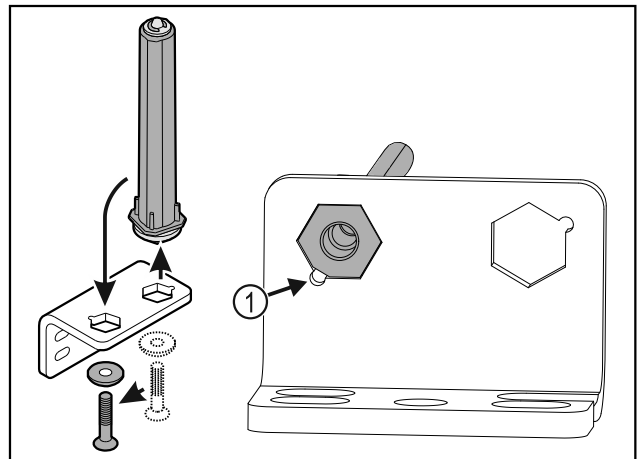

Fig. 19
- Varmista, että pultin viiste Fig. 19 (1) osoittaa pyöreää aukkoa kohti, kun se asetetaan paikalleen.